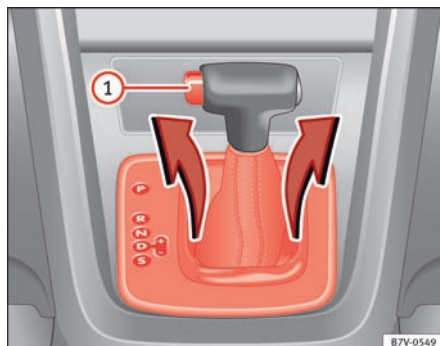

Fig. 192 Afmontering af skiftekulissens afdækning
- Træk afdækningen opad omkring gearvælgermanchetten → Fig. 192.
- Tryk på låseknappen → Fig. 192 ① på gearvælgerarmen, og bevæg gearvælgeren til position **N**.